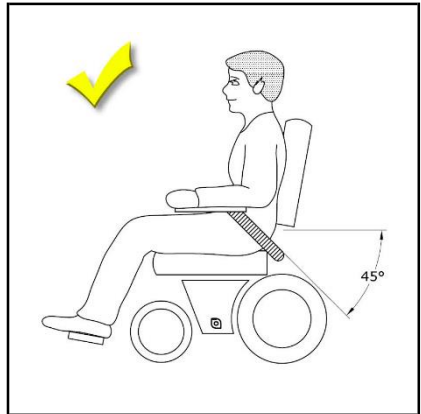

Abb. 4.18: Richtiger Gurtverlauf
- Überprüfen Sie den korrekten Verlauf des angelegten Gurtes beim Rollstuhlnutzer. Der Gurt soll in einem Winkel von etwa 45° über dem Becken verlaufen (Abb. 4.18).